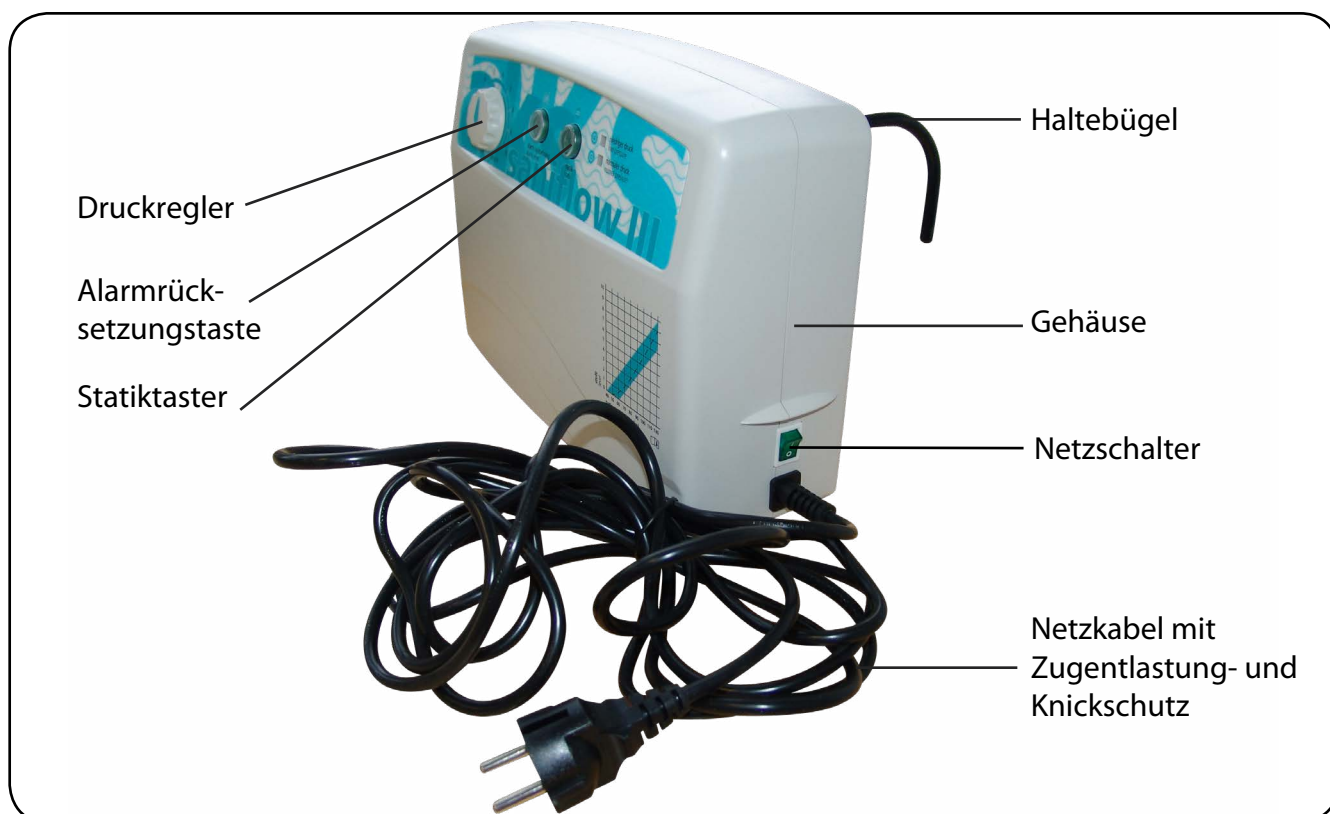
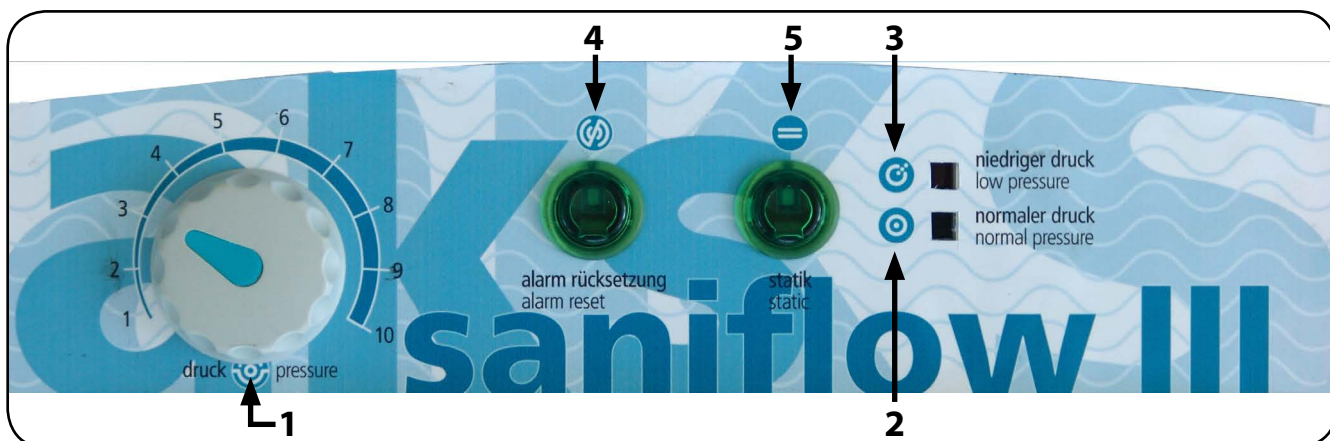

Abbildung 02
Abbildung 06
Über einen Druckregler am Aggregat (siehe Abbildung 06) kann der Fülldruck stufenlos in einem Skalierungsbereich von 1 bis 10 individuell an das Patientengewicht bzw. die momentane Belastungssituation angepasst werden.
Durch ein optisches Alarmsignal „niedriger druck“ (siehe Abbildung 06) und einem akustischen Alarmsignal wird ein möglicher Druckverlust bzw. Druckabfall im System signalisiert und somit das Risiko des Durchliegens minimiert.
Bei Eintreten eines Druckverlustes kann das akustische Alarmsignal separat mit dem Alarmrücksetzungstaster (siehe Abbildung 06) ausgestellt werden, um eine dauerhafte Lärmbelästigung zu vermeiden. Das optische Alarmsignal signalisiert weiterhin den Druckverlust, bis dieser behoben ist.
Das saniflow® III-System kann zusätzlich über den Statiktaster am Aggregat (siehe Abbildung 06) vom Betriebsmodus „Wechseldruck“ in den Betriebsmodus „Statik“ und umgekehrt umgeschaltet werden. Im Betriebsmodus „Statik“ werden beide Luftkammerkreise in der Wechseldruckmatratze mit dem eingestellten Druck gleichzeitig befüllt.
1. Schalten Sie das Aggregat mit dem Netzschalter ein (siehe Abbildung 02). Die Betriebskontrollleuchte im Netzschalter leuchtet grün auf. Gleichzeitig leuchtet die rote LED „niedriger druck“ (siehe Abbildung 06) und der akustische Alarm ertönt.
Deaktivieren Sie beim ersten Aufpumpen durch Drücken des Alarmrücksetzungstasters (siehe Abbildung 06) den akustischen Alarm.
2. Drehen Sie den Druckregler (siehe Abbildung 06) auf den Skalenwert 10, damit sich der Betriebsdruck in der Wechseldruckmatratze aufbauen kann. Dieser Vorgang dauert ca. 40 Minuten. In dieser Zeit darf die Wechseldruckmatratze nicht belastet werden.
3. Hat die Wechseldruckmatratze ihren Betriebsdruck erreicht, erlischt die rote LED „niedriger druck“ und die grüne LED „normaler druck“ (siehe Abbildung 06) leuchtet auf.
4. Aktivieren Sie wieder durch Drücken des Alarmrücksetzungstasters (siehe Abbildung 06) den akustischen Alarm. Die LED im Taster erlischt.
Drücken Sie dazu den Statiktaster (siehe Abbildung 06). Der Betriebsmodus „Statik“ wird durch das Aufleuchten der LED im Statiktaster signalisiert.